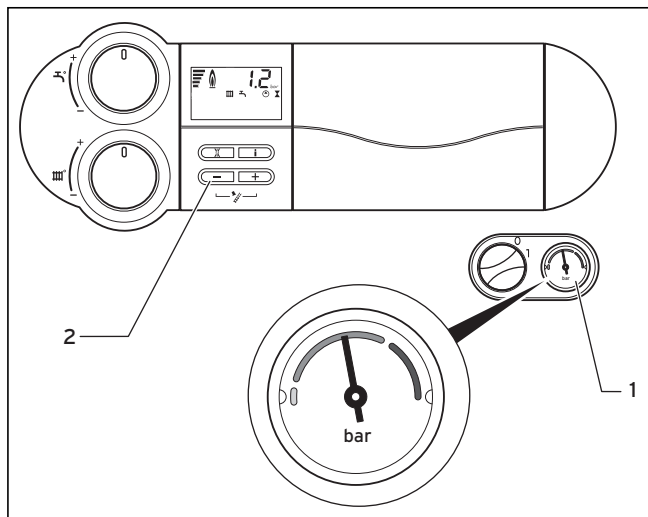

Fig. 4.5 Contrôle de la pression de remplissage de l'installation de chauffage
- Lors de la mise en fonctionnement, contrôlez la pression de remplissage de l'installation sur le manomètre (1).
Pour un fonctionnement irréprochable de l'installation de chauffage, l'aiguille du manomètre (1) doit se trouver dans la moitié supérieure de la zone gris foncé lorsque l'installation est froide (cf. fig. 4.5). Cela correspond à la plage de pression de remplissage comprise entre 1,0 et 2,0 bar. Si l'aiguille se trouve dans la zone gris clair, il faut alors rajouter de l'eau avant la mise en fonctionnement (cf. chap. 4.8.4).